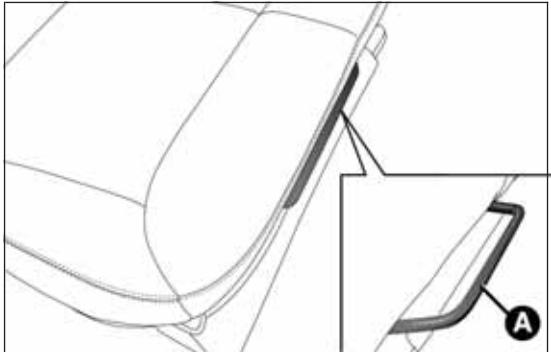

fig. 87
- agendo sulla leva A fig. 87 regolare il sedile nella posizione desiderata;
- agendo sulla leva A fig. 87 regolare il sedile nella posizione "tutto avanti" per ottenere l'ampliamento massimo del bagagliaio (compatibilmente con la posizione desiderata per i sedili anteriori);